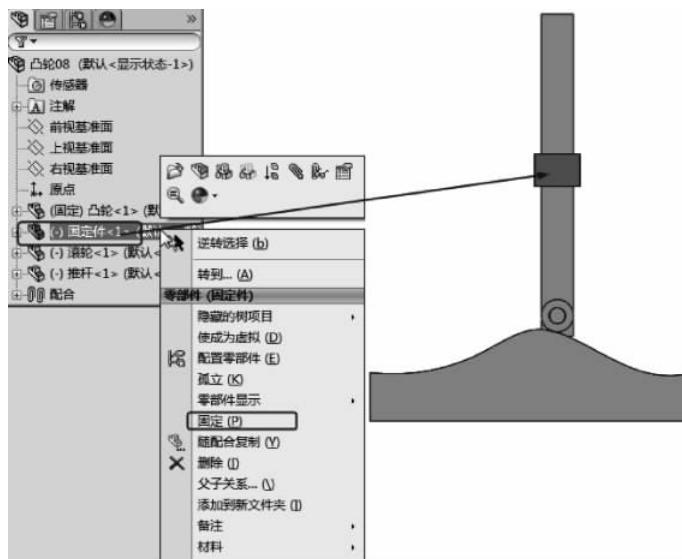

图 3-41 固定零部件
(11) 调整【固定件】的位置,然后在特征树中右击【固定件】,在快捷菜单中选择【固定】命令,如图 3-41 所示。